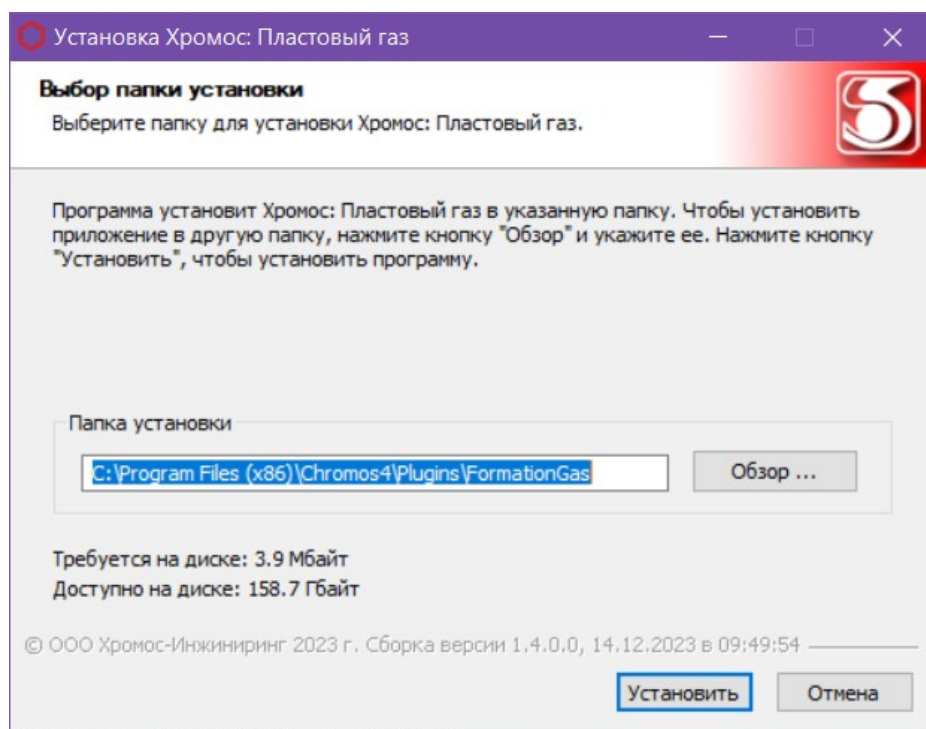

Рис. 1. Установка дополнения
2. Укажите путь установки программы и нажмите **Установить** (Рис. 1).